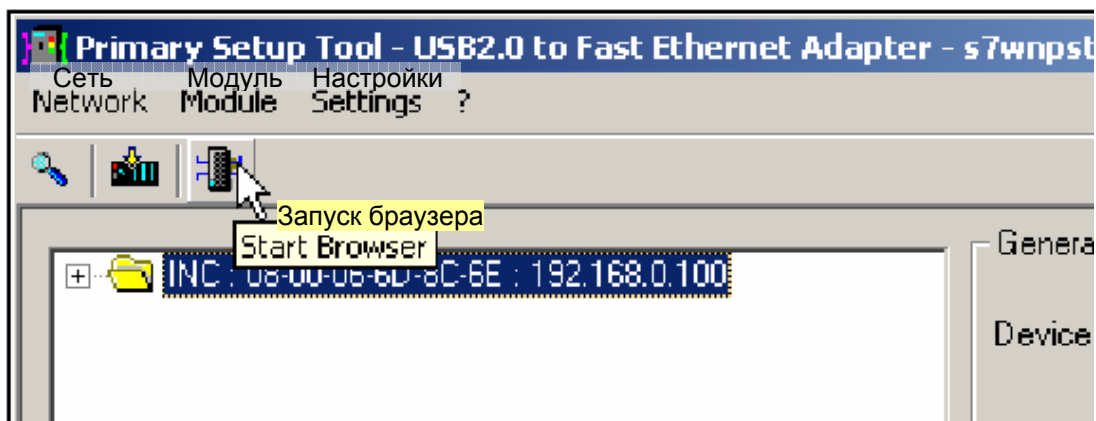

Рис. 6.4 Запуск Web Based Management
- Щелкните на третьей кнопке слева на панели инструментов (на ней изображен модуль с четырьмя голубыми проводами) (см. рис. 6.4).
Если опции меню: *Module (Модуль) -> INC Browser (INC-браузер)* и кнопка на панели инструментов с четырьмя голубыми проводами (см. рис. 6.4) не активируются (недоступны), то это означает, что утилита Web Based Management недоступна для выбранного модуля.